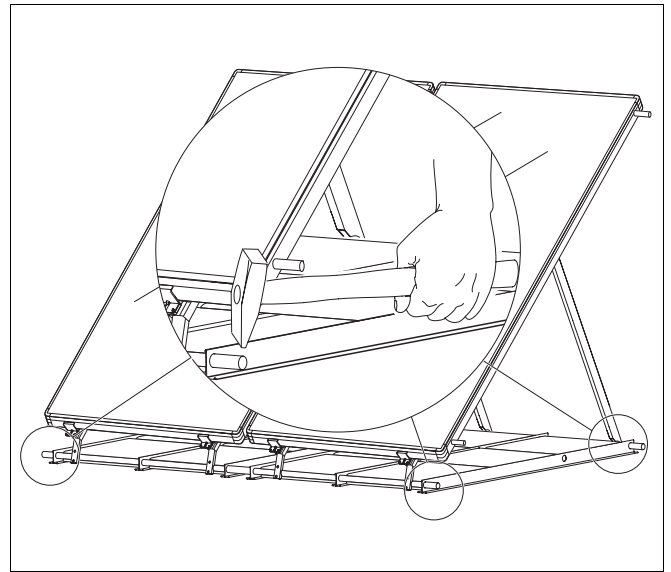

Fig. 42 Fixação do suporte para telhados planos
- ▶ Molde os perfis em T externos de um campo de colectores (Fig. 42) com uma pancada de martelo sobre o bordo superior, até que os tubos cilíndricos estejam fixados nos perfis em T.